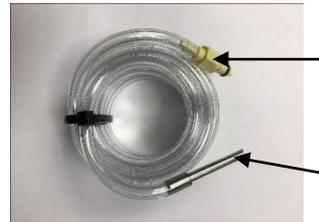

Fig. 7.2.2
- 1 Tube de remplissage (Ø 7,1 mm) avec raccord, E4373, entrée 1, avec tube d'entrée ; pour la solution saline physiologique, fig. 7.2.2